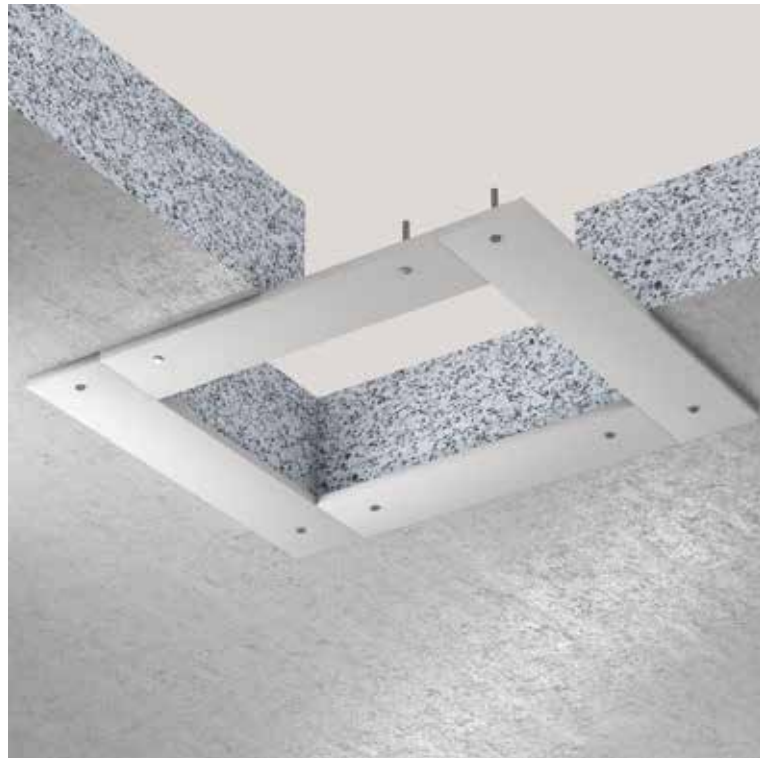

Figure 9 : Système d'adaptation pour plafond
- Si le mur massif ou plafond dans la zone du calfeutrement coupe-feu ne correspond pas à l'épaisseur d'isolation minimum requise, il faut alors utiliser un cadre (voir Figure 11) ou un système d'adaptation (voir Figures 9+10) composé de plaques non inflammables (plaque de plâtre, plaques en silicate ou silicate de calcium de classe A2-s1, d0 ou A1 selon EN 13501-1) autour de l'ouverture, de manière à ce que la mousse coupe-feu PYROSIT® NG soit en contact avec le cadre, le système d'adaptation ou le mur sur toute l'épaisseur du calfeutrement.